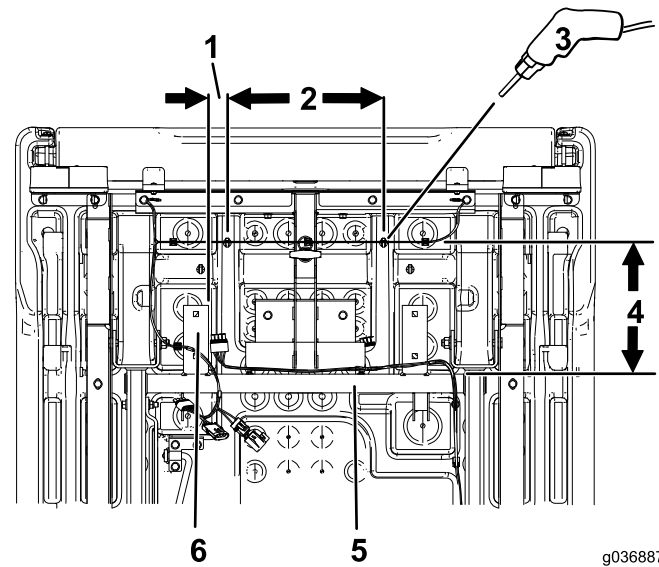

Figure 4
2. Sous le plateau de chargement, mesurez 267 mm à l'arrière du bord du tube transversal du cadre et 38 mm vers l'intérieur à partir du bord du support gauche de la barre antiroulis, et repérez l'emplacement (Figure 4).
3. Percez 2 trous de 6,35 mm de diamètre dans le plateau de chargement en plastique (Figure 4).
1. Sous le plateau de chargement, mesurez 267 mm à l'arrière du bord du tube transversal du cadre et 38 mm vers l'intérieur à partir du bord du support droit de la barre antiroulis, et repérez l'emplacement (Figure 4).